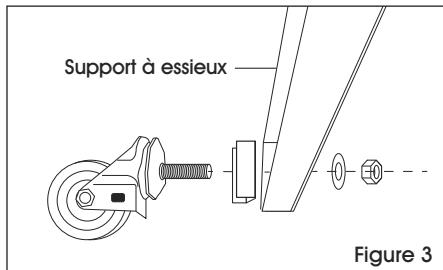

Figure 3
- Attach casters to axle supports. Put caster through the brace and opening in the axle support and tighten with lock washer and large nut. Use a 3/4" wrench to tighten. (See Figure 3)
3. Fixez les roulettes aux supports à essieux. Passez les roulettes à travers le renfort et l'ouverture du support à essieux et serrez-les à l'aide des rondelles de blocage et des grands écrous. Serrez-les avec la clé 19 mm (3/4 po). (Voir Figure 3)